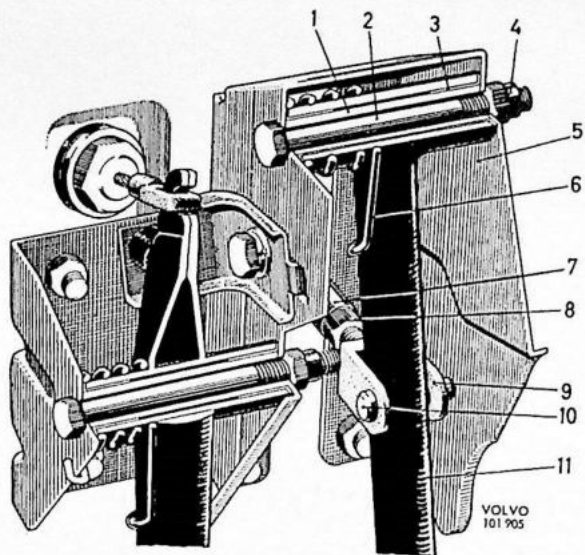

Fig. 5-56. Onderdelen van de pedaalophanging
Druk, als de hoofdcylinder verwijderd is het rempedaal niet in, aangezien de daaruit voortvloeiende abnormale stand van de onderdelen van de servo cilinder schade kan veroorzaken. De stand van het pedaal wordt bijgesteld door de kontramoer (8, Fig. 5-56) los te draaien en splitpen en pen (10) te verwijderen en dan de vork (9) te draaien. Vergeet niet om na het stellen de kontramoer vast te zetten en de splitpen te monteren. Bij wagens die uitgerust zijn met een mechanische stoplichtschakelaar (met ingang van chassisnummer 3810) moet de stand van deze schakelaar in verband met de afstelling gecontroleerd worden. De afstand tussen het losgelaten rempedaal en de van schroefdraad voorziene messing schouder van de schakelaar moet 4 ± 2 mm ($0,16'' \pm 0,08''$) bedragen. Los, indien de afstand anders is de bevestigingsbouten van de steun op en verschuif de steun zodanig dat de juiste afstand wordt verkregen. Zet de bouten weer vast.
1. Verwijder de splitpenbout (10, Fig. 5-56). Haak de terugtrekveer (6) los. Maak de moer (4) los en verwijder de bout (2). Til de pedaal (11) eruit.
2. Pers de lagerbus (1) en de bussen (3) uit.
4. Pers de nieuwe bussen (3) op hun plaats in het pedaal en smeer ze in met een dunne film lagervet. Monteer de lagerbus (1) en de terugtrekveer (6).
5. Breng het pedaal in de juiste stand en monteer de bout (2) en de moer (4). Haak de terugtrekveer in. Breng de splitpenbout (10) aan en de splitpen.